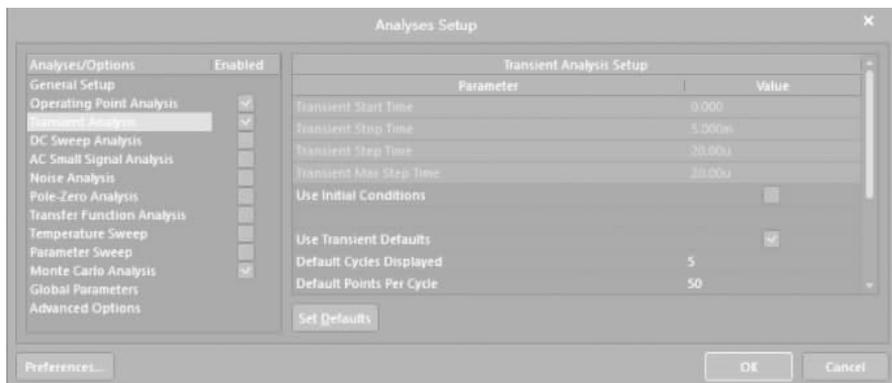

图 3-84 设置仿真参数界面 2
- ① 选中 Operating Point Analysis、Transient Analysis 和 Monte Carlo Analysis 选项,分别执行直流工作点、瞬态分析和蒙特卡洛功能。
- ② 将 Collect Data For 设置为 Active Signals/Probes。
- ③ 将 OUT 添加到 Active Signals 栏中。
(3) 选择 Transient Analysis 选项, 出现如图 3-84 所示的 Transient Analysis Setup (瞬态分析设置) 界面, 接受默认设置参数。